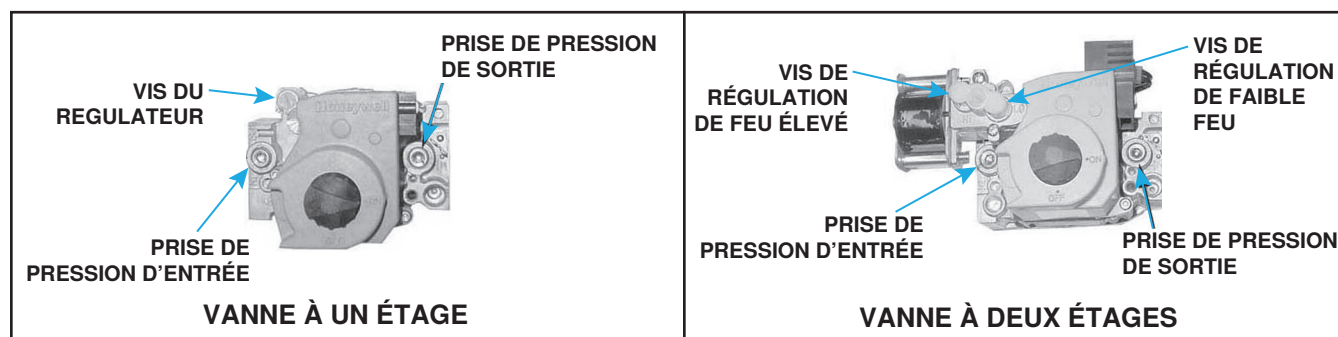

Figure 17. Vannes à gaz combinées
2. Branchez le manomètre dans la prise de pression de sortie 1/8 pouce de la valve (voir Figure 17).
5. Si la lecture du manomètre indique que la pression de sortie de la valve n'est pas conforme au Tableau 18, retirez le capuchon de la ou des vis du régulateur (voir Figure 17) et ajustez la pression en tournant la vis du régulateur vers l'intérieur (sens des aiguilles d'une montre) pour augmenter la pression ou vers l'extérieur (sens contraire aux aiguilles d'une montre) pour réduire la pression.
4. Branchez le manomètre dans la prise de pression de sortie 1/8 pouce de la valve (voir Figure 17).
- b. Enlevez le capuchon de la vis du régulateur (voir Figure 17) et ajustez la pression conformément au Tableau 18 en tournant la vis du régulateur vers l'intérieur (sens des aiguilles d'une montre) pour augmenter la pression ou vers l'extérieur (sens contraire aux aiguilles d'une montre) pour réduire la pression.
- b. Enlevez le capuchon de la vis du régulateur à combustion faible (voir Figure 17) et ajustez la pression conformément au Tableau 18 en tournant la vis du régulateur vers l'intérieur (sens des aiguilles d'une montre) pour augmenter la pression ou vers l'extérieur (sens contraire aux aiguilles d'une montre) pour réduire la pression.
10. Branchez le manomètre sur la prise de pression d'entrée (voir Figure 17). Pendant que l'appareil de chauffage fonctionne, mesurez la pression d'entrée, qui devrait être entre 5 et 13.5 PO CE pour le gaz naturel ou entre 11 et 13.5 PO CE pour le propane.